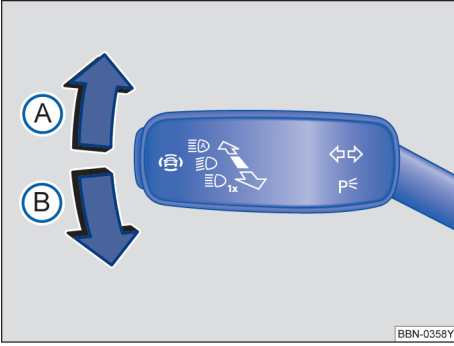

图 82 转向信号灯/远光灯操作杆
- 将转向信号灯/远光灯操作杆→图 82 从中间位置拨至以下位置：